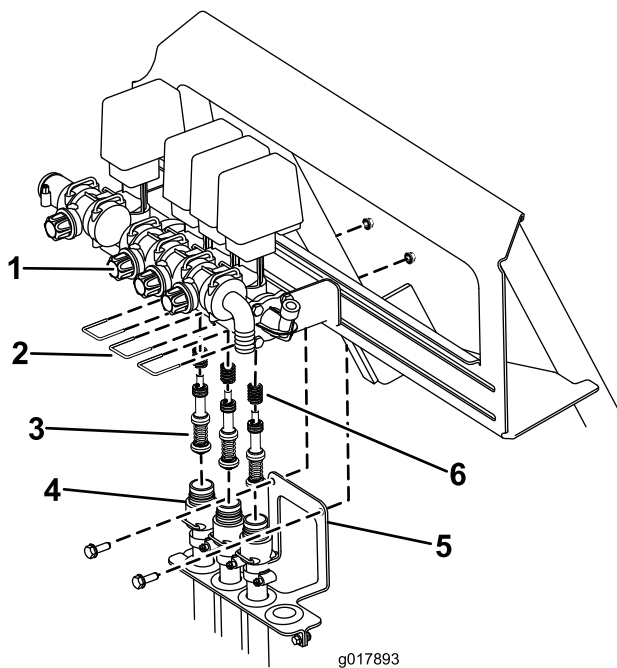

Figure 73
- B. Retirez les 3 étriers qui retiennent les sièges des vannes sur l'ensemble vannes (Figure 73).
(Figure 73) Abaissez les flexibles pour les éloigner de l'ensemble vannes.
- D. À l'aide d'une clé Allen de 3 mm, retirez les vis de fixation des pistons dans l'ensemble vannes. Veillez à tenir compte des ressorts présents dans la vanne (Figure 73).